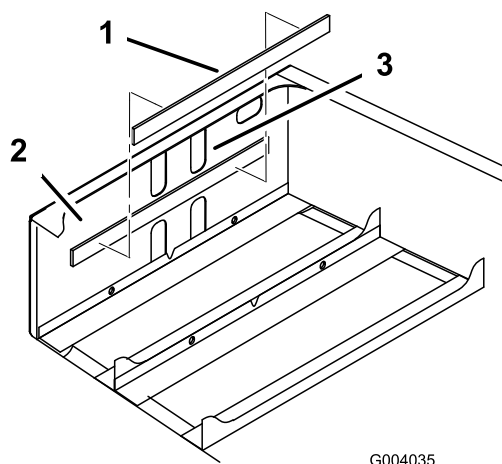

Bild 10
3. Nehmen Sie den Klebestreifen hinten vom Batteriepolster ab und setzen Sie es vorne innen im hinteren Rahmen ein, siehe Bild 10.
Hinweis: Das Polster sollte sich ungefähr 0,75 cm unter der unteren Kante der oberen Stanzlöcher befinden (Bild 10).